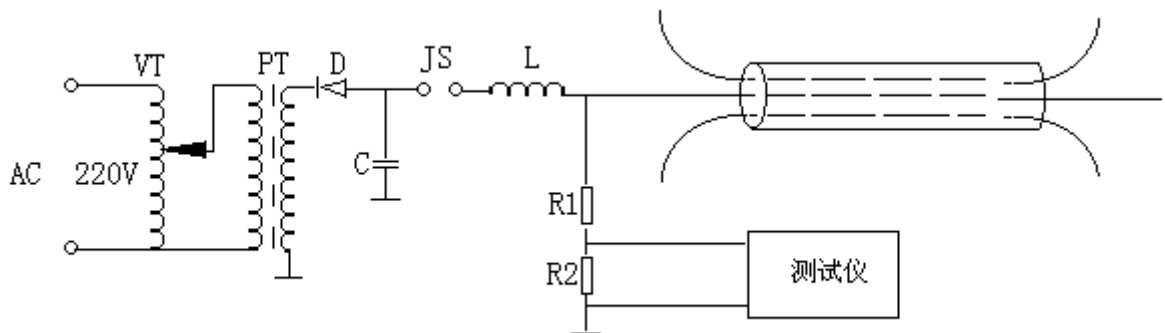

图 6.5-1 冲 L 法测试接线图
原理是:(外部接线如图 6.5-1)由直流高压设备所产生的直流高压,首先给储能电容 C 充电,当电容充电到一定值(这个值取决于放电间隙的大小),就会击穿放电球间隙,击穿后瞬间给故障电缆施加一个冲击电压,这个冲击电压迫使故障点击穿,产生闪络电弧,同时产生一电波信号,利用测试仪在测试端采集此波形。根据波形的传输情况分析判断故障点。因此应按图 6.5-1 所示准备高压冲闪设备,并按图将设备连接好。
(2) 仪器操作:按图 6.5-1 所示连接外部线路,先将放电间隙调小一些使电压升到 1 万伏左右,如果故障点还没有被击穿再调节间隙提高冲击电压直到故障点被击穿为止。将仪器的接地端子直接独立